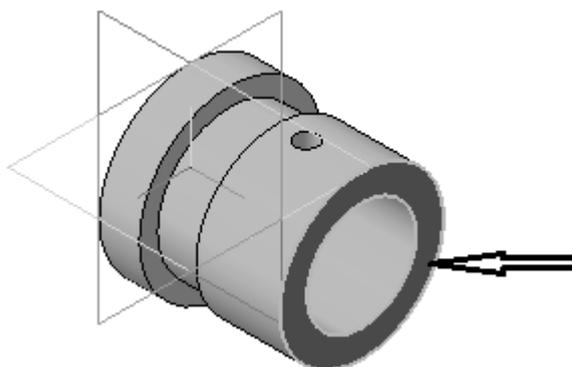

Рис. 12.1. Выделение грани для создания новой детали
6. Выделите плоскую грань *Стакана* (рис. 12.1) и вызовите команду **Создать деталь**.